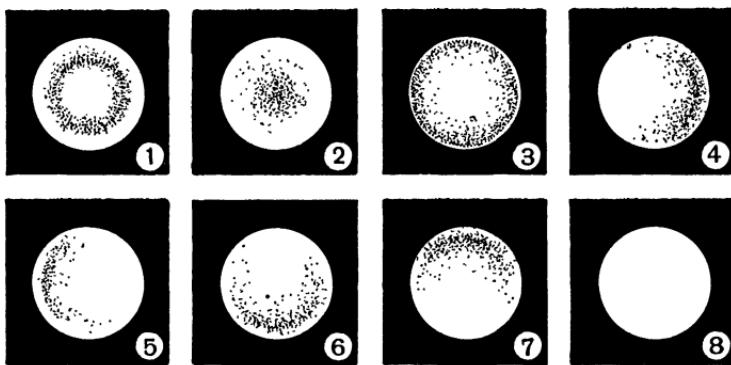

Рис. 14. Освещение экрана.
Рисунок 14 показывает освещение экрана в разных случаях установки источника света. Синеватые тени в форме кольца (1) или круга посередине светлого поля (2) указывают на то, что лампа слишком близка к конденсатору; при слишком большом удалении источника, наоборот, края круга затянуты красноватой тенью (3). Если источник света находится правее или левее, чем надо, то справа (4) и слева (5) получается полукольцевая